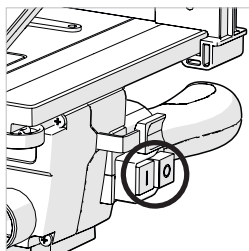

Abb. 20
1. Motor-Ein/Aus-Schalter (Abb. 20)
- Drücken Sie die Green (I) Taste, um die Maschine zu starten.
- Drücken Sie die Rote (O) Taste, um die Maschine zu stoppen.